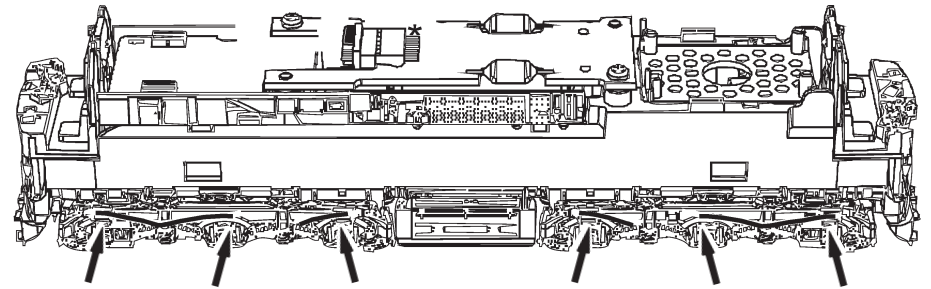
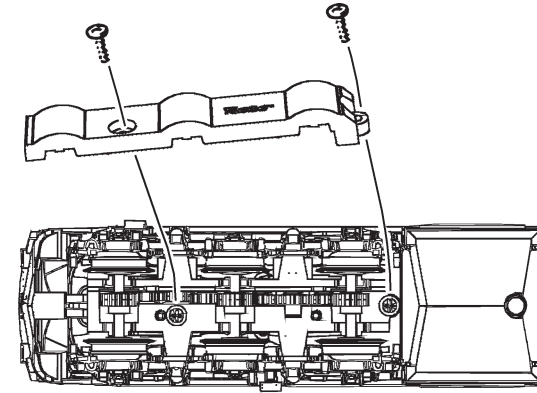

Fig. 9
Fig. 3
**Mehrzugbetrieb:** Zuerst Lokgehäuse abnehmen (Fig. 3). Danach den Brückenstecker aus der Schnittstelle entfernen (diesen sorgsam aufbewahren). Danach den Stecker des Steuerbausteins lagerichtig einsetzen (siehe Fig. 5).
**2. Schmierung:** Versehen Sie die im Schmierplan in Fig. 7 gekennzeichneten Stellen mit nur **kleinen Öltropfen**. Dazu zuerst das Lokgehäuse abnehmen (Fig. 3). Wir empfehlen den **ROCO Öler Art.-Nr. 10906**. Fürs Schmieren der Getriebeteile (Zahnräder, Schnecke) empfehlen wir das **ROCO-Spezialfett Art.-Nr. 10905**. Im Falle der Schmierung diese Teile **nicht ölen**.
**4. Motorwechsel:** Lokgehäuse abnehmen (Fig. 3). Danach wird der Motor ausgebaut (Fig. 9).
**2. Lubrication:** Apply **tiny oil drops** to spots marked in fig. 7. Prior to lubrication dismantle locomotive (fig. 3). We recommend using item no. **10906, ROCO oiler**. For lubrication the gearparts (e.g. cogwheels, worm) we would recommend our ROCO **special grease** (item no. **10905**).
**4. Motor Changing:** First remove loco body (fig. 3), and then the motor (fig. 9).
**2. Graissage:** N'appliquez **qu'une tout petite goutte** aux endroits indiqués par le plan de graissage (fig. 7) après avoir démonté la caisse de la locomotive (fig. 3). Nous vous recommandons **le graisseur à huile ROCO réf. 10906**. Pour graisser les engrenages (roues dentées, vis sans fin) nous vous conseillons la **graisse spéciale ROCO réf. 10905** pour engrenages en matières synthétiques. Lorsque vous utilisez cette graisse il faut éviter d'huiler ces composants.
**4. Remplacement du moteur:** Démontez la caisse (voir fig. 3). Démontez ensuite le moteur (fig. 9).
voir } Fig.3
1. siehe see voir } Fig.3